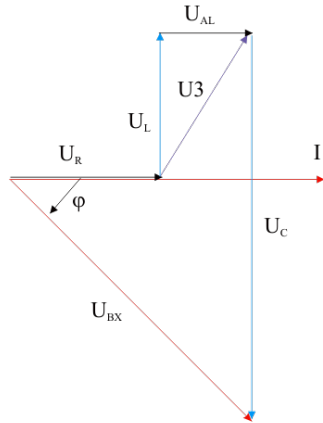

РИС. 2
5. Построить векторную диаграмму напряжений (приблизительный вид диаграммы показан на рис. 2).